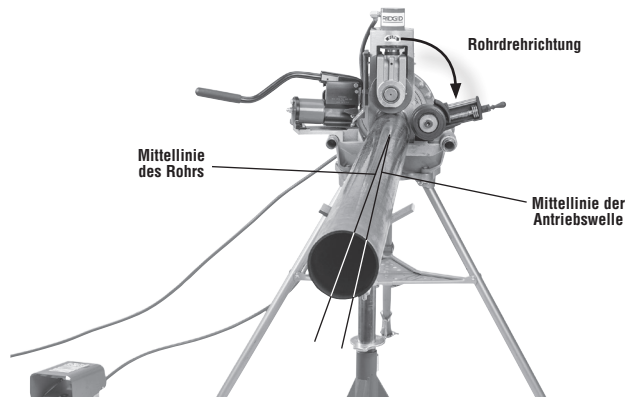

Abbildung 2 - Versetzen des Rohrs um 1/2° in Richtung Bediener, (übertrieben)
2. Versetzen Sie das Rohr und die Rohrständer um ca. 1/2 Grad (ca. 1" bei 10 Fuß vom Rollnutgerät) in Richtung des Bedieners. Eine korrekte Ausrichtung des Rohrs und des Rollnutgeräts trägt dazu bei, dass das Rohr während des Nutens richtig geführt wird (siehe Abbildung 2). Dies ist der richtige Versatz für das Nuten mit der Maschine in der REV-Schalterstellung und funktioniert mit dem Stabilisator.